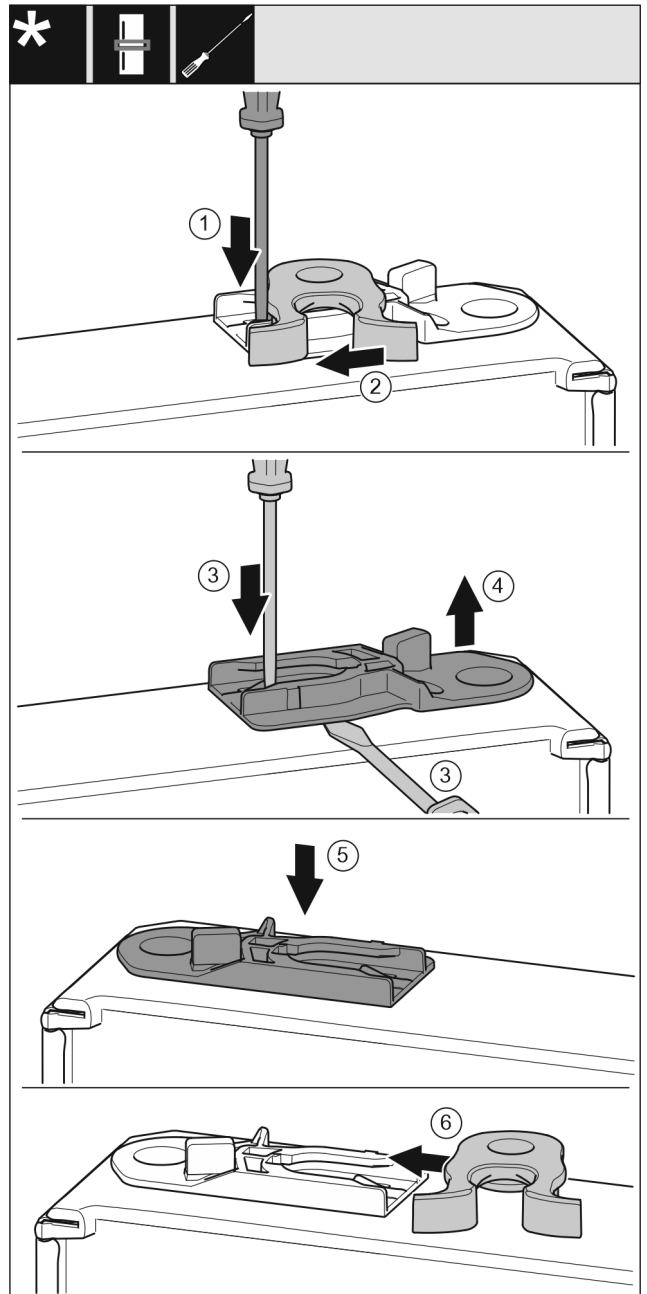

Fig. 16
- ▶ Lasche mit Schlitzschraubendreher nach unten drücken. Fig. 16 (1)
- ▶ Schließhaken aus Führung ziehen. Fig. 16 (2)
- ▶ Führungsbuchse herausziehen: Lasche mit Schlitzschraubendreher drücken und gleichzeitig mit Schlitzschraubendreher unter Führungsbuchse fahren. Fig. 16 (3, 4)
- ▶ Im Lieferumfang beiliegende Führungsbuchse auf anderer Gehäusesseite einschieben. Fig. 16 (5)
- ▶ Schließhaken in Führung schieben. Fig. 16 (6)